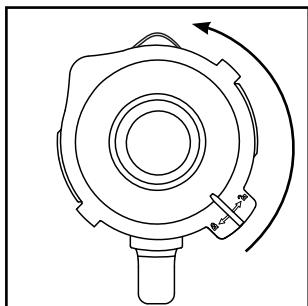

Fig. 1
- 1) Tournez le bol mixeur ③ dans le sens anti-horaire jusqu'à ce que la flèche ▼ située sous la poignée du bol mixeur se trouve sur la position ④. Détachez le bol mixeur ③ tout droit vers le haut du bloc moteur ⑥.
- 2) Retirez le couvercle ② en le tournant dans le sens anti-horaire en direction de la position ⑤ (voir fig. 1), jusqu'à pouvoir le retirer par le haut.
3) Remplissez le bol mixeur ③ au minimum jusqu'au trait inférieur de la graduation ⑧ et au maximum jusqu'au repère MAX. Pour d'excellents résultats, nous recommandons les quantités maximales suivantes :